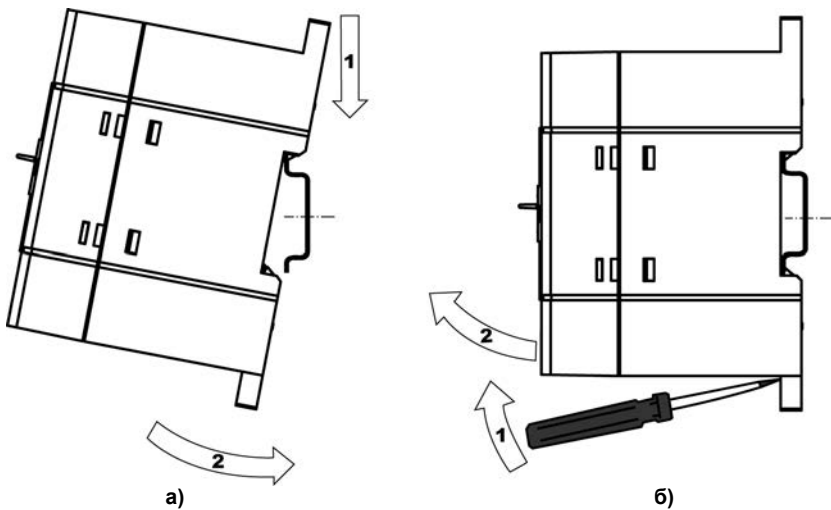

Рисунок 6.1 – Монтаж контроллера с креплением на DIN-рейку
- снять контроллер с DIN-рейки (см. рисунок 6.1б);
4 Для демонтажа контроллера с DIN-рейки, в проушину защелки вставляется острое отвертки (см. рисунок 6.1б), и защелка отжимается по стрелке 1, после чего контроллер отводится от DIN-рейки по стрелке 2. При демонтаже прибора обе защелки необходимо отжимать одновременно.